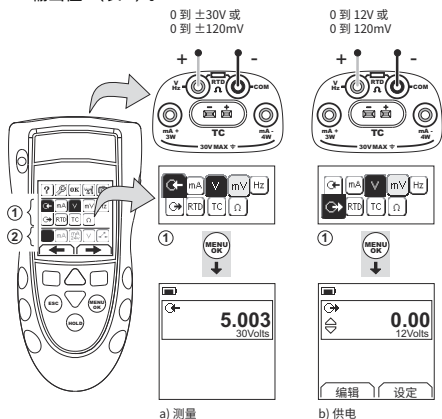
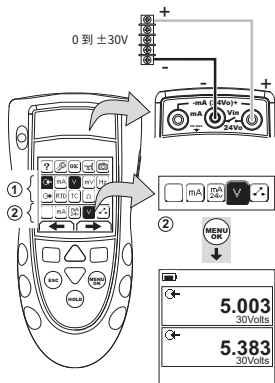

图 4：示例配置 - 测量/供电电压 (V 或 mV) (区域 ①)
图 5：示例配置 - 测量电压 (V) (双重化功能，区域 ②)
1. 连接设备 (图 4 与图 5)，如果有必要，调整设置 (表 1)。
- 注：使用“双重化功能”区域 (②) 可同时执行两项操作。如果区域 ② 选项不是必需的，则将此区域设置为关 (■)。这样可以节省电池电量。